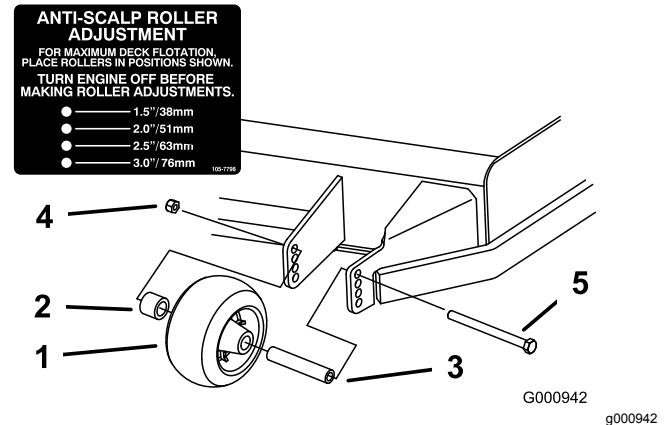
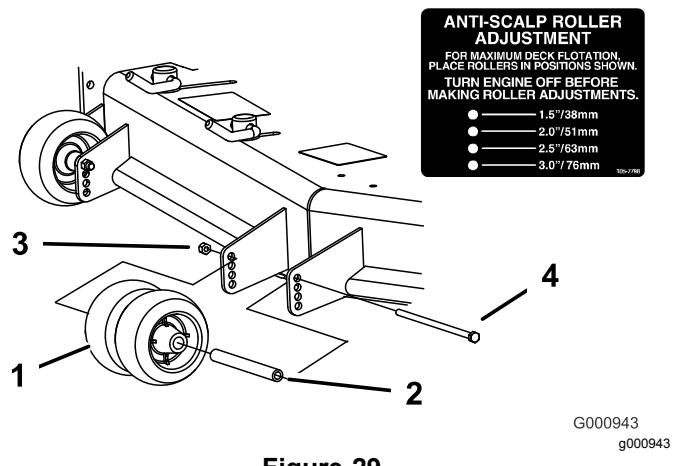

Figure 28
Figure 29
3. Réglez les galets anti-scalp comme montré à la Figure 28, la Figure 29 et la Figure 30.